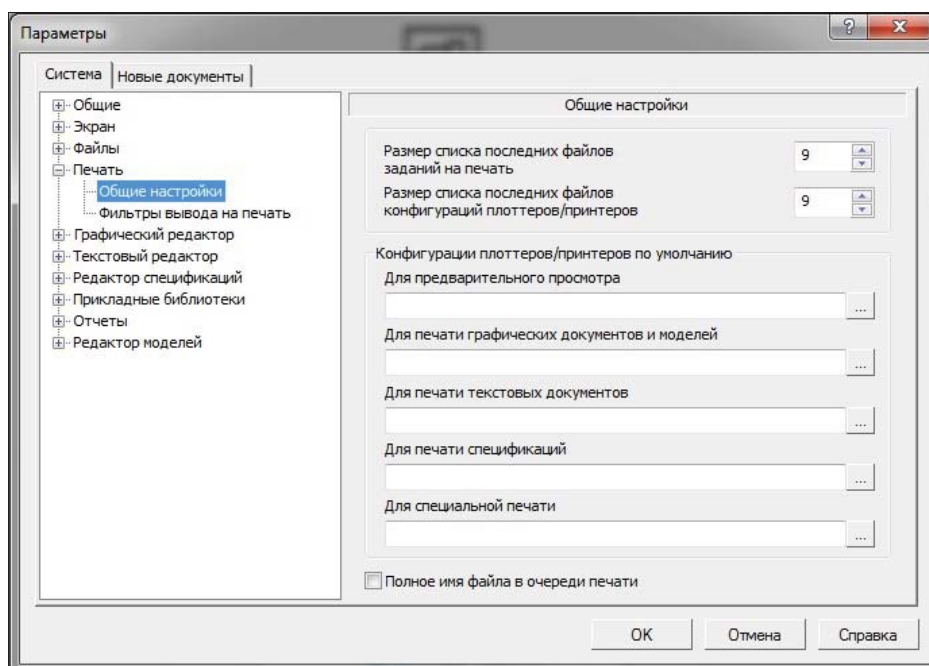

Рис. 17.1. Диалоговое окно Параметры с открытой панелью Общие настройки
- ♦ щелкните ЛК по пункту **Печать ► Общие настройка** — в правой части откроется панель **Общие настройки** (рис. 17.1). На этой панели выполните такие настройки: